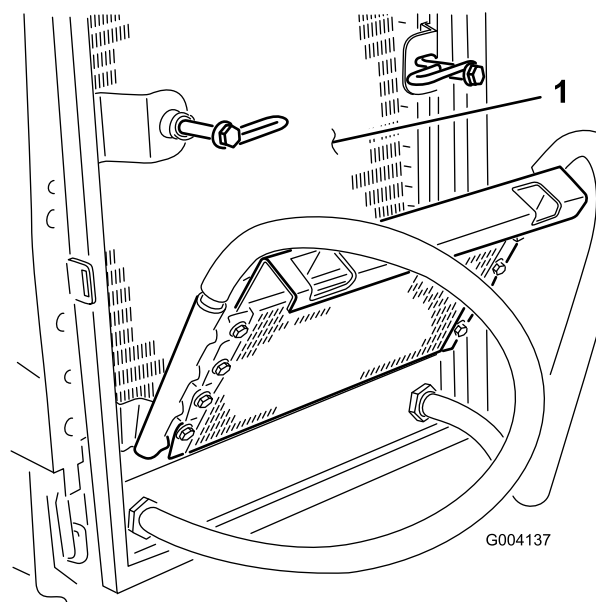

図 73
6. オイル・クーラとラジエターの裏表を（図 73）圧縮空気ですて丁寧に清掃する。